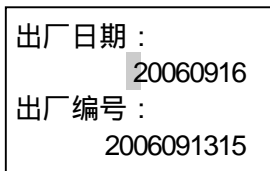

图 6-3-4 输入出厂日期编号
- (4) 如果有计量检定卡，输入 “出厂日期” 和 “出厂编号” (图 6-3-4)。出厂编号支持输入 ‘-’ 和字母。字母键的分配按键盘标识所示。如按 1 次 “1” 键输入 “1”，连续 2 次按 “1” 键，输入 “A”，连续 3 次按 “1” 键输入 “C” 等。按 “=” 键输入符号 “-”。